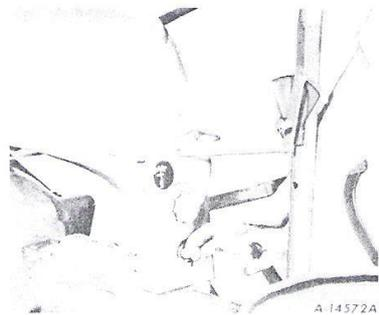

Figure 12 - Manoeuvre du bouton de contact d'allumage.
4 - Tirez le bouton de contact d'allumage, figure 12.
- 4 - Tirez le bouton de contact d'allumage, figure 12.